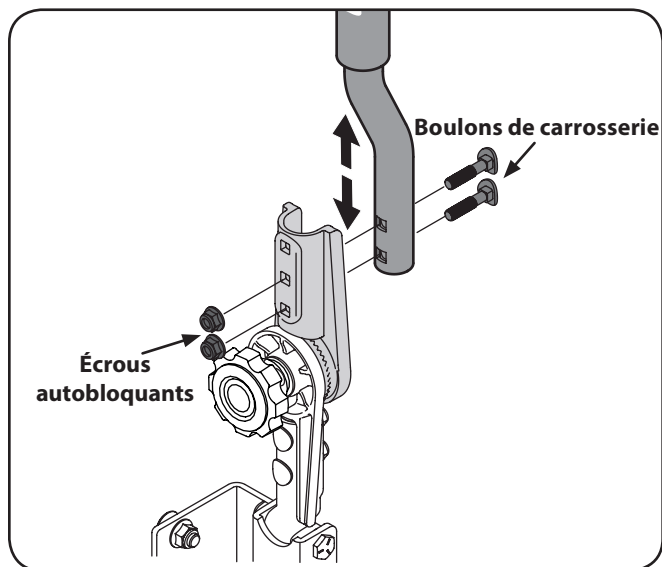

Figure 3-8
1. Retirez les écrous autobloquants des boulons de carrosserie qui fixent les barres de conduite. Voir Figure 3-8.